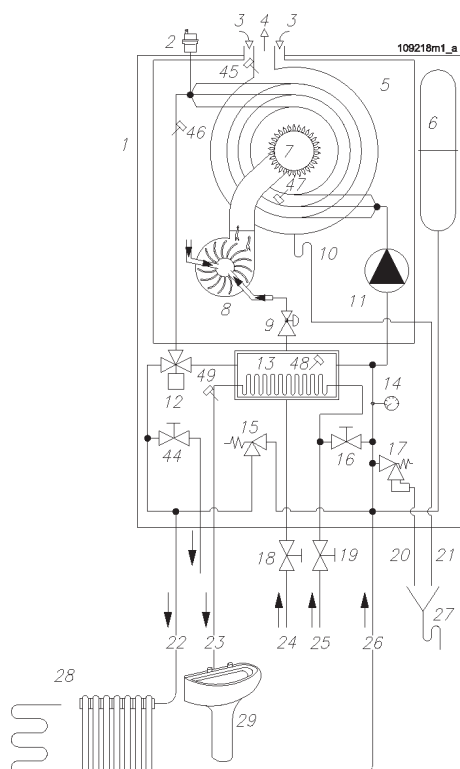

Рис. 2 Гидравлическая схема
- NOVADENS --". С этим котлом можно выполнить установку позволяющую производить быстро и большое количество ГСВ, а также нагревательными элементами работающими от 30°C до 80°C. пример этого типа на рис. 2
- NOVADENS -- 0834. С этим котлом можно выполнить установку для производства ГСВ по средствам пластинчатого теплообменника и систему отопления с нагревательными элементами работающими при температуре от 20°C до 45°C. Пример этого подсоединения показан на рис.2
- NOVADENS -- P0834. с этим котлом можно выполнить установку для системы отопления с нагревательными элементами, работающими при температуре от 20° до 45°C. пример этого выполнения на рис. 2.